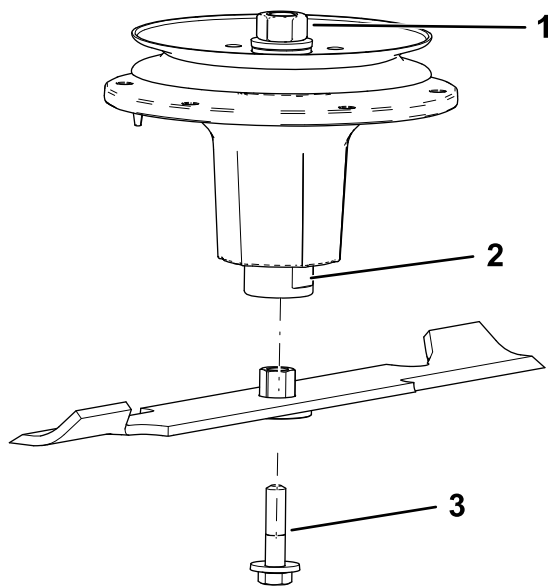

Figura 82
2. Montate il gruppo boccola/lama nell'albero del mandrino (Figura 82).